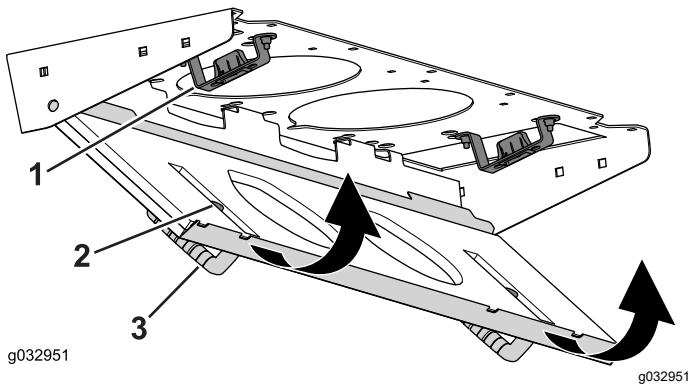

図 83
4. フィルタスクリーンを回転させてラッチをラッチ取り付けアセンブリにロックする図 83。